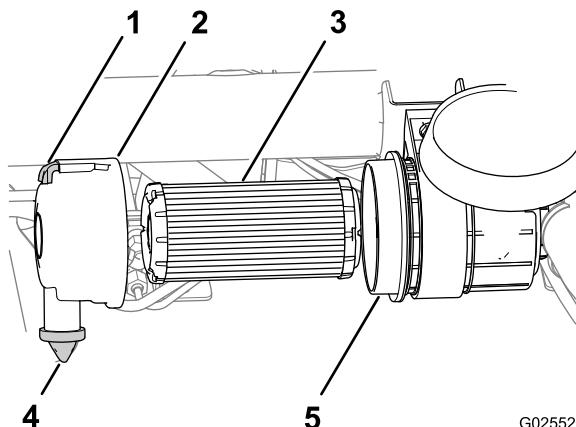

Figura 40
1. Tire hacia fuera del enganche y gire la filtro de aire en sentido antihorario (Figura 40).
3. Retire el filtro de aire de la carcasa (Figura 40).
4. Limpie el interior de la tapa y la carcasa del filtro (Figura 40).
5. Retire la válvula de polvo de goma de la cubierta (Figura 40).
6. Limpie el orificio de expulsión de suciedad situado en la tapa del limpiador de aire, y el hueco de la válvula de polvo y vuelva a colocar la válvula de polvo (Figura 40).
8. Inserte el filtro de aire nuevo aplicando una ligera presión al borde exterior del filtro para asentarlo en la carcasa del filtro de aire (Figura 40).
9. Alinee la tapa del filtro de aire con la válvula de polvo situada en la posición de las 6, vista desde el extremo izquierdo de la tapa (Figura 40).
10. Sujete el enganche de la tapa del filtro de aire (Figura 40).